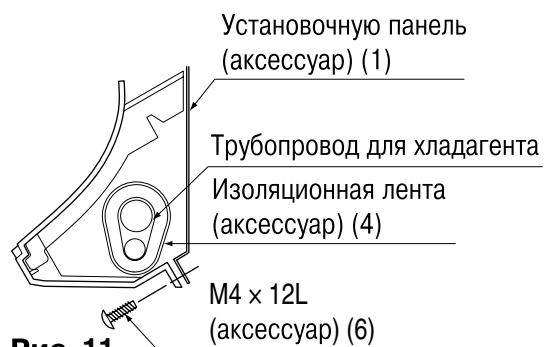

**Рис. 10**
**(7) Просуньте межблочную электропроводку, провод заземления и проводку удаленного контроллера по направляющей для проводов через заднюю часть блока по направлению к передней части.**
**(8) Подсоедините трубопроводы. (См. раздел “5. РАБОТА С ТРУБОПРОВОДОМ ДЛЯ ХЛАДАГЕНТА” и рис. 10)**
- Во избежание влияния шумов линии подачи питания на проводку удаленного контроллера, эту проводку следует располагать как можно дальше от проводки блоков/заземления. Располагайте электропроводку между блоками и проводку заземления вместе, как показано на Рис. 10. Располагайте проводку удаленного контроллера на достаточном расстоянии от межблочной электропроводки / проводки заземления (то есть, на другой стороне проводки заземления межблочной электропроводки). После этого надежно закрепите их на трубопроводе для хладагента.